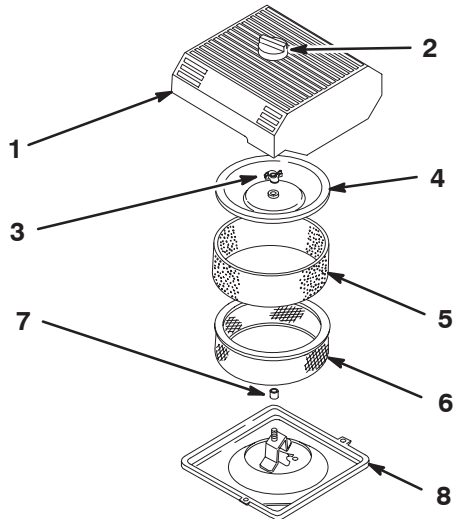

Bild 28
3. Reinigen Sie den Bereich um den Luftfilter herum, um zu verhindern, dass Schmutz in den Motor fällt und Schäden verursacht (Bild 28).
4. Lockern Sie das Handrad an der Luftfilterabdeckung und entfernen Sie die Luftfilterabdeckung (Bild 28).
5. Schieben Sie den Schaumeinsatz vorsichtig vom Papiereinsatz herunter (Bild 28).
6. Schrauben Sie die Deckelmutter los und nehmen Sie die Abdeckung und den Papiereinsatz ab (Bild 28).
1. Schieben Sie das Schaumelement vorsichtig auf den Papiereinsatz des Luftfilters (Bild 28).
3. Drehen Sie die Deckelmutter jetzt mit der Hand fest gegen die Abdeckung (Bild 28).
4. Montieren Sie die Luftfilterabdeckung und das Handrad (Bild 28).